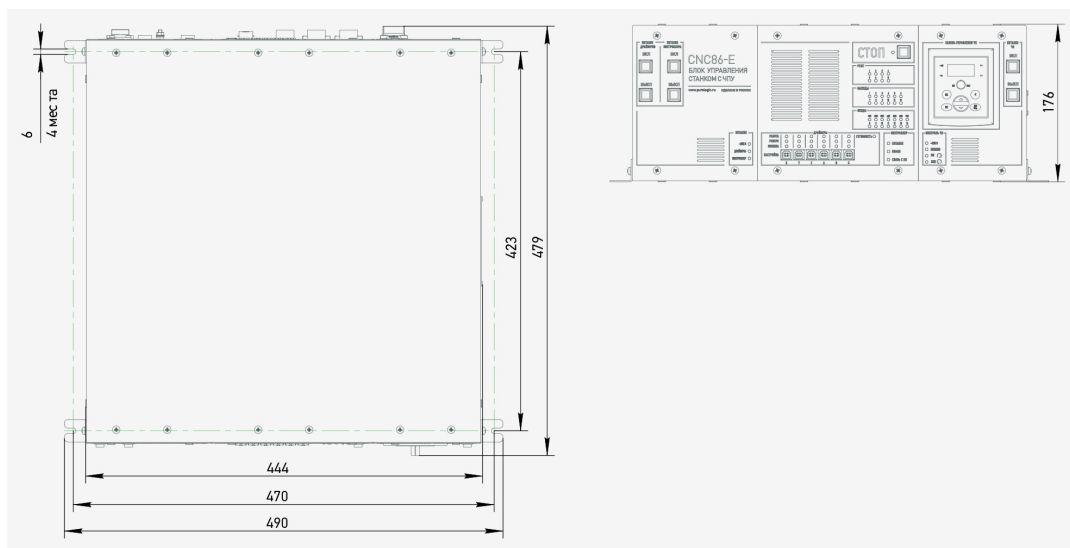

Рис. 20. Габаритные размеры блока (с крепежными уголками)
3. Установка на верстак при помощи крепежных уголков. Для этого необходимо смонтировать четыре крепежных уголка (рис. 20).